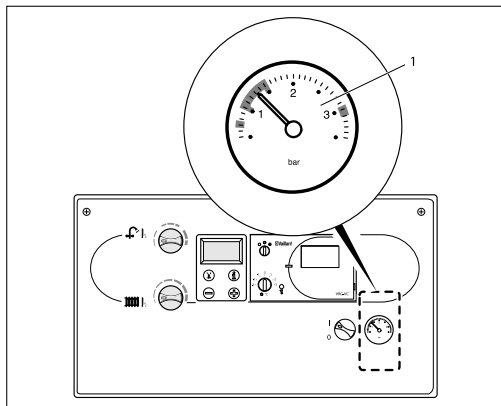

图 4.4 检查系统压力
4.3.2 检查系统压力 (参见图 4.4)
- 在压力表 (1) 上检查系统的压力。